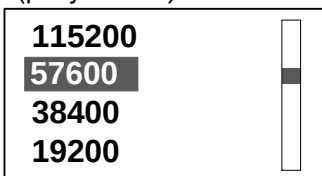

Рисунок 2.7 – Список возможных значений
2.5.6.2 Список позволяет выбрать одно значение из представленного списка возможных (рисунок 2.7).